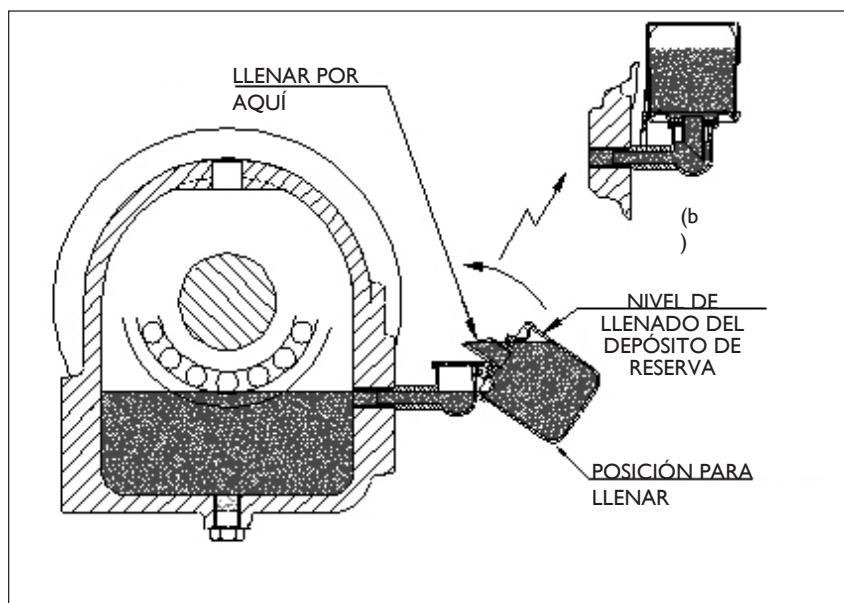

Figura 18
- 5.- Llenar el depósito de reserva con aceite ver figura 18(a) y volverlo a colocar en la posición de trabajo ver figura 18(b). El aceite bajará del depósito para llenar el cuerpo de rodamientos. Cuando dentro del depósito, una vez colocado en la posición de trabajo, ya no descienda el nivel y quedando el depósito parcialmente lleno se habrá obtenido el nivel de trabajo, ver figura 18.